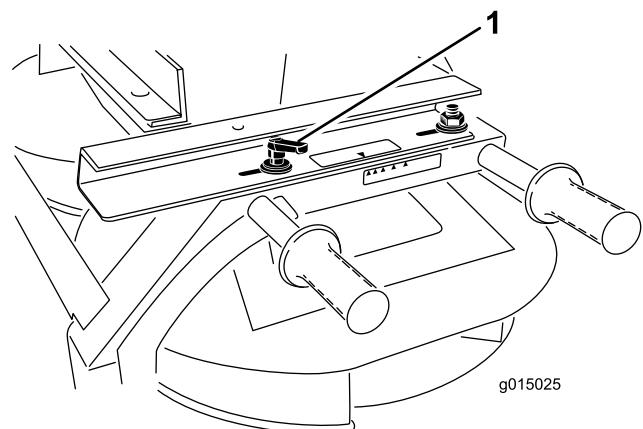

Figura 32
1. Allentate la maniglia su ogni lato dello spargitore doppio (Figura 32).